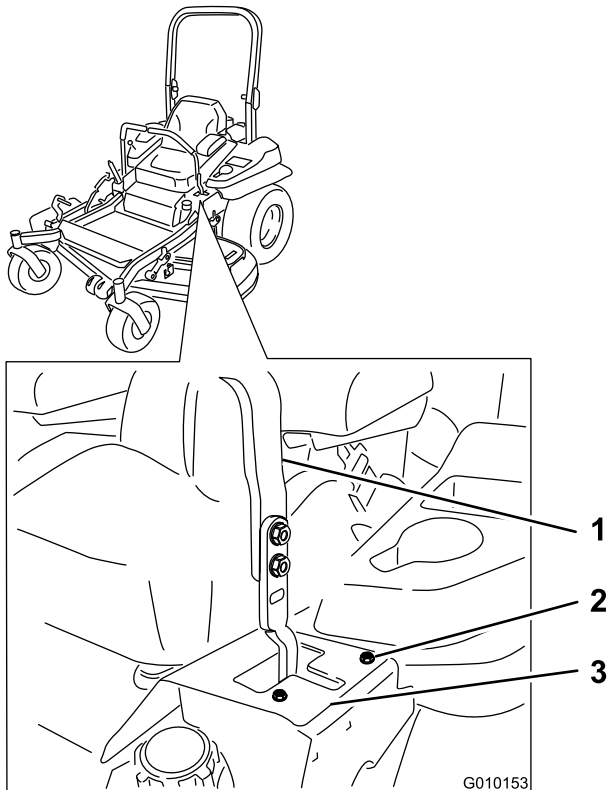

Figura 50
6. Se tende a destra, allentate i bulloni e regolate la piastra della battuta sinistra spostandola indietro sulla fessura a T sinistra finché la macchina non procede in linea retta (Figura 50).
7. Se tende a sinistra, allentate i bulloni e regolate la piastra della battuta destra spostandola indietro sulla fessura a T destra finché la macchina non procede in linea retta (Figura 50).
8. Serrate i bulloni della piastra della battuta (Figura 50).